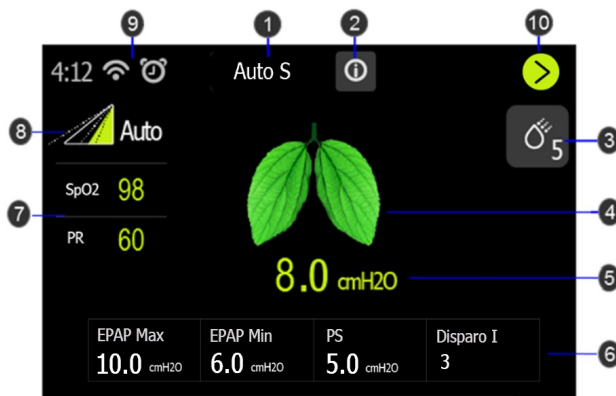

Figura 2 Interfase Limpia de Terapia de Paciente
3. Oprima el botón Si/No de terapia en la parte superior del aparato para encender el flujo de aire e iniciar la terapia. La pantalla mostrará al paciente la interfase de terapia en blanco (ver Figura 2).
Cuando comience la terapia, la pantalla cambiará a la Interfase de Terapia de Paciente, la cual mostrará la monitorización de los parámetros de la terapia durante la terapia (Ver Figura 2). Los parámetros visualizados dependen del modo de terapia actual. Para más información acerca de la terapia, puede cambiar a una interfase más detallada (Ver Figura3) la cual muestra las formas de onda en tiempo real de presión, volumen corriente, volumen minuto, pérdidas etc. Los parámetros mostrados dependen del modo de terapia actual.